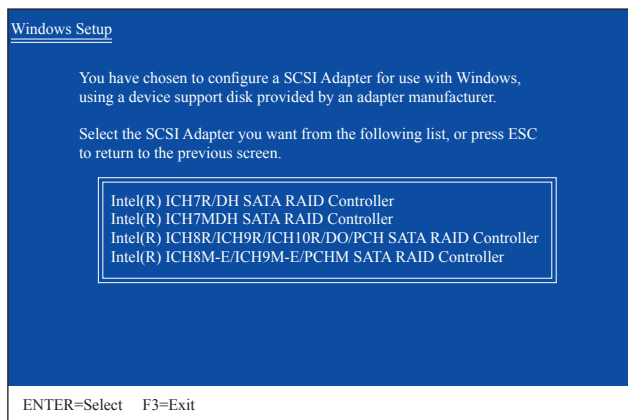

図 2
SATA RAID/AHCI ドライバを含むフロッピーディスクを挿入し、<S> を押します。次に、以下の図2のようなコントローラメニューが表示されます。**Intel(R) ICH8R/ICH9R/ICH10R/DO/PCH SATA RAID Controller**を選択し、<Enter>を押します。